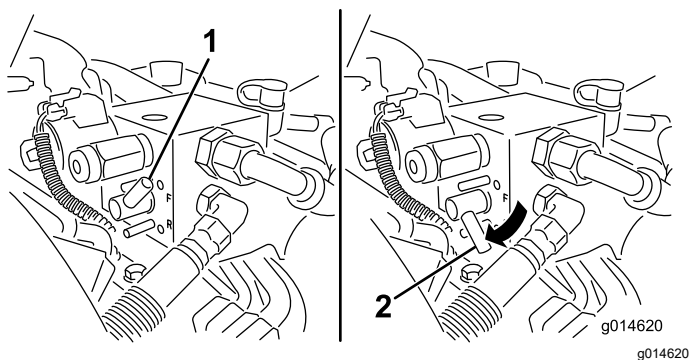

Figura 59
5. Rotiți maneta pentru ascuțire în poziția REVERSE (R – ÎN SPATE) (Figura 59).